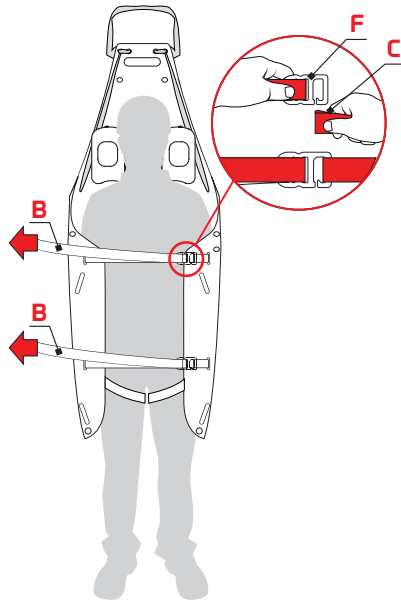

Fig.17
b) inserire le fibbie con gancio (F) nelle corrispondenti fettucce con asola (C) e tensionare le fettucce (B) per sollevare le parti laterali del piano di appoggio (A) di quanto necessario a contenere il paziente (fig. 17).